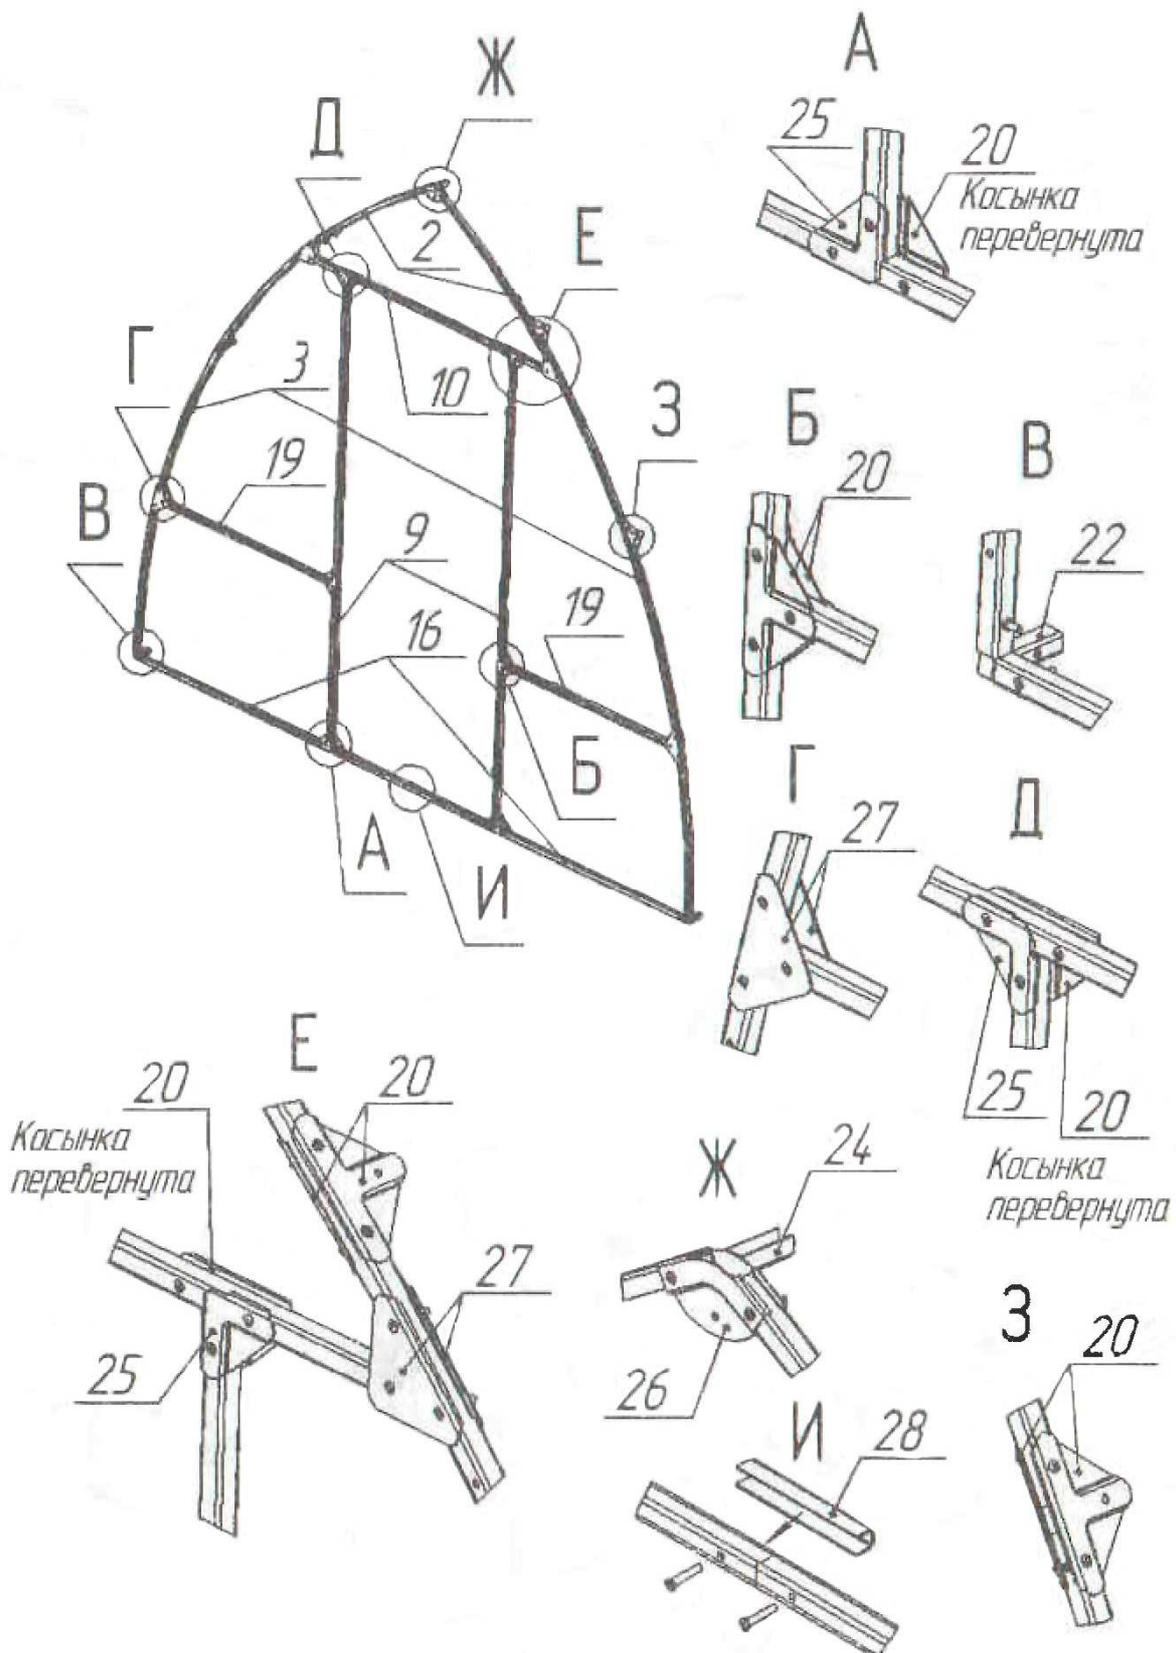

Рис. 1
6.1 Сборку каркаса следует начинать со сборки торцов (рис. 1). Каркас теплицы собирается при помощи винтов М5х35, винты М4х30 предназначены для навески дверей и форточек, винты 4х40 предназначены для установки задвижек с ручками. Обратите внимание на перевернутые треугольные косынки 20. Паз в этих элементах должен быть развернут в противоположную сторону от каркаса.